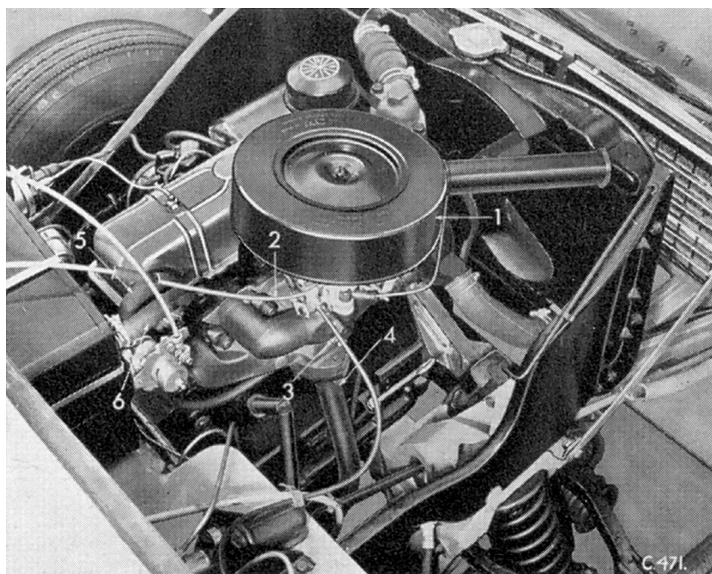

Fig. 12. Vue du côté droit du moteur
En se référant à la Fig. 12, déconnecter côté droit :
- Le flasque (4) et attache du tuyau d'échappement au carter d'embrayage (Fig. 12).
- Les tuyaux de l'appareil de chauffage (5 et 6) (Fig 12).
- Commandes du starter et du papillon du carburateur (2 et 3) (Fig. 12).
- L'épurateur d'air (1) (Fig. 12).